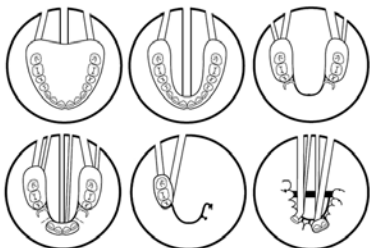

Abbildung 1. Sprüngerichtungen
- a. Bringen Sie, wie in Abbildung 1 dargestellt, Gießlöcher in das Hydrokolloid bzw. Silikon.